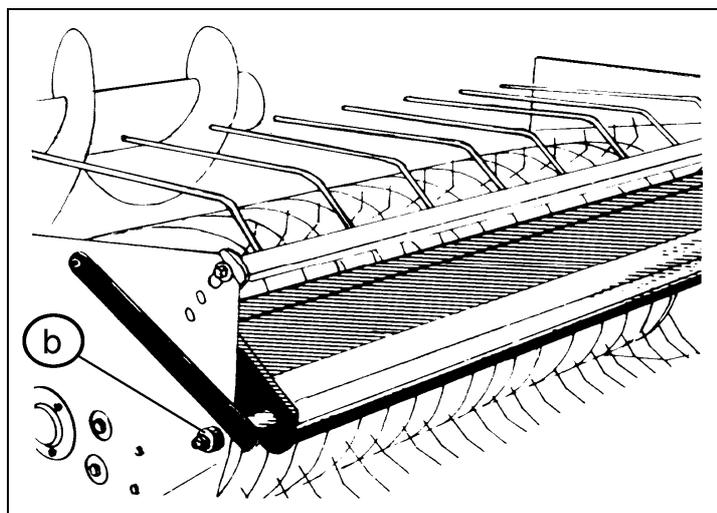

Рис.70
15.3. Листовое сопротивление (рис. 70)